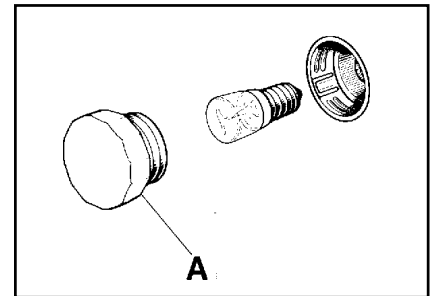

fig. 8
- Destornillar el casquete de protección "A" (fig. 8) que sobresale internamente al horno y pues acercarse a la lampada. Después de haber sustituido la lampada, remontar la cobertura de protección "A".